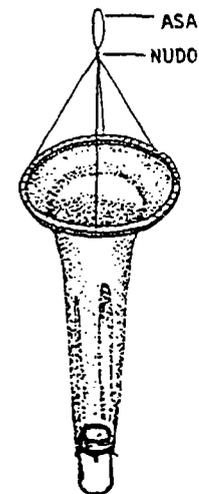

FIG.2
- d. A 30 cm del aro, hacer un nudo con las 4 cuerdas y luego unir los sobrantes, de manera de formar un asa. Cortar los restos con una tijera (Fig.2)